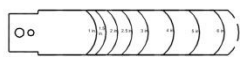

图2 叶片调整图
- 为使开关能灵敏感应流量变化, 流向叶片不得与管道接触, 也不得与管道中任何截流装置接触, 调整见图2。